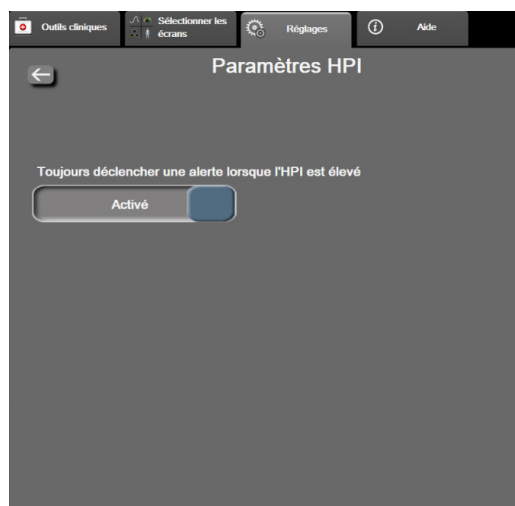

Figure 14-4 Configuration des paramètres – Indice de prédiction d'hypotension
- 5 Appuyer sur le bouton bascule **Toujours déclencher une alerte lorsque l'HPI est élevé** pour placer l'indicateur sur **Désactivé**. Voir figure 14-4.